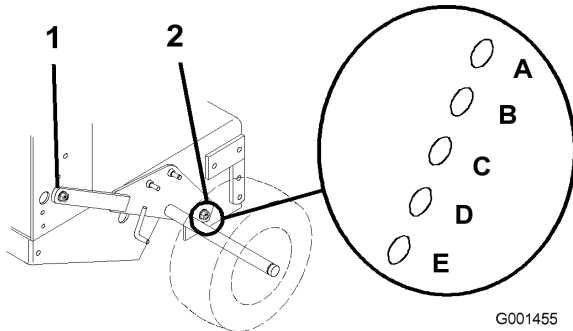

Figura 13
3. Afloje sin retirarlos los 2 pernos de pivote del eje y los 2 pernos de ajuste del eje (Figura 13).
4. Coloque un gato debajo del bastidor del motor, en el centro de la parte trasera. Eleve la parte trasera del bastidor del motor lo suficiente para poder retirar los 2 pernos delanteros de ajuste del eje (Figura 13).
5. Eleve o baje el bastidor del motor con el gato para poder instalar los 2 pernos de ajuste delanteros del eje en los taladros deseados (Figura 13).